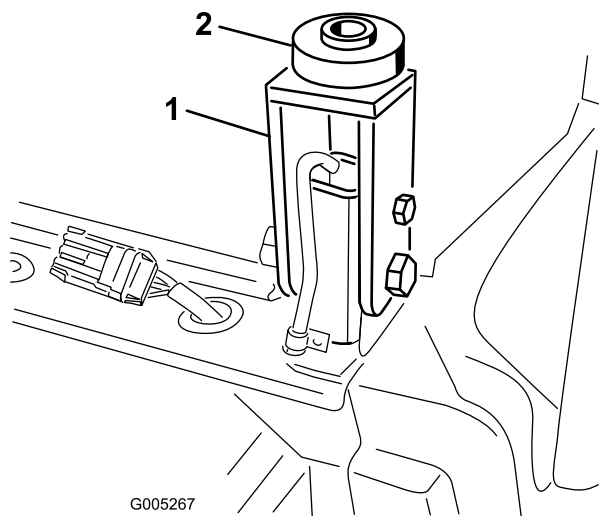

Figura 23
10. Instale un taco de goma en cada punto de montaje trasero de la cabina (Figura 23).